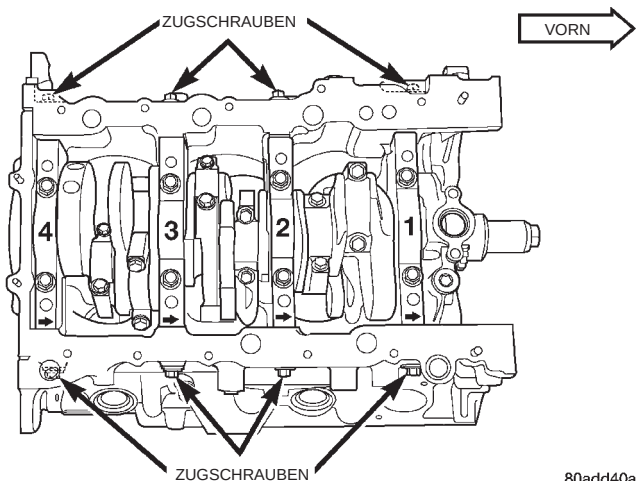

Abb. 71 Kennzeichnung der Hauptlagerdeckel
- (17) Halteschrauben der Hauptlagerdeckel und Querschrauben herausdrehen (Abb. 71).
- (18) Hauptlagerdeckel abbauen (Abb. 71).